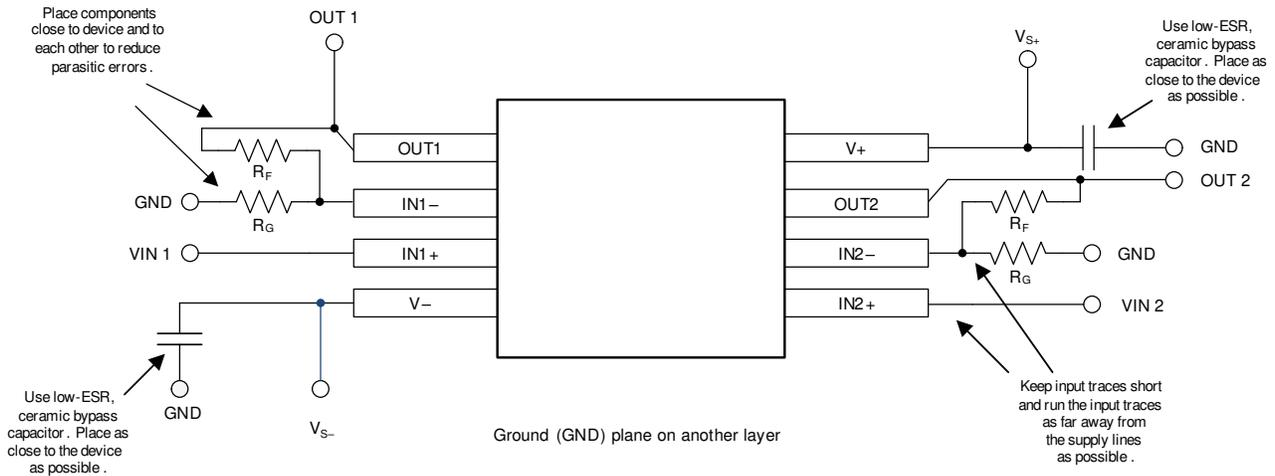

图 7-5. 布局示例
- 外部元件应尽量靠近器件放置。如图 7-5 所示，使  $R_F$  和  $R_G$  接近反相输入可最大限度地减小反相输入端的寄生电容。